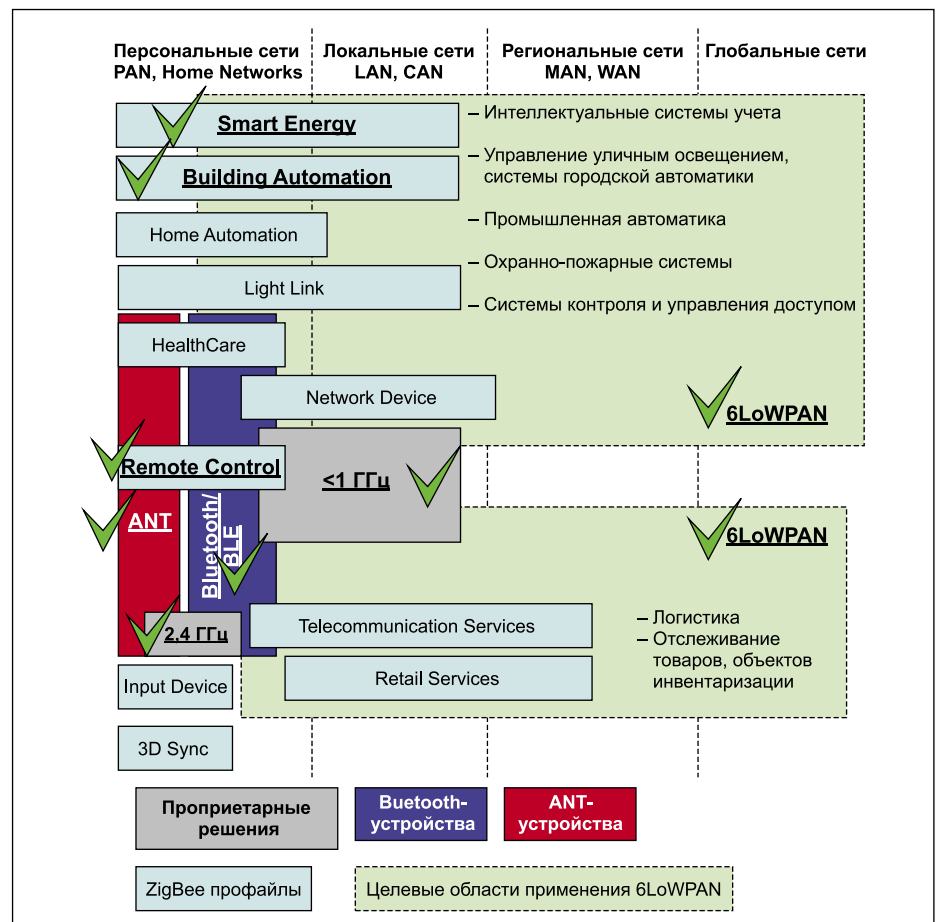

Рис. 1. Сравнение областей применения стандартов низкопотребляющих беспроводных сетей
Являясь одним из лидеров на рынке беспроводных систем, особенно в части так называемых низкопотребляющих беспроводных устройств (Low Power RF, LPRF) компания Texas Instruments (TI) предлагает актуальные решения возникающих задач как в области аппаратного обеспечения, так и программного, во многих случаях предугадывая или предупреждая возникновение ряда проблем. На рис. 1 изображены сравнительные области применения различных беспроводных технологий, стандартов и спецификаций и примерный территориальный охват сервисов.